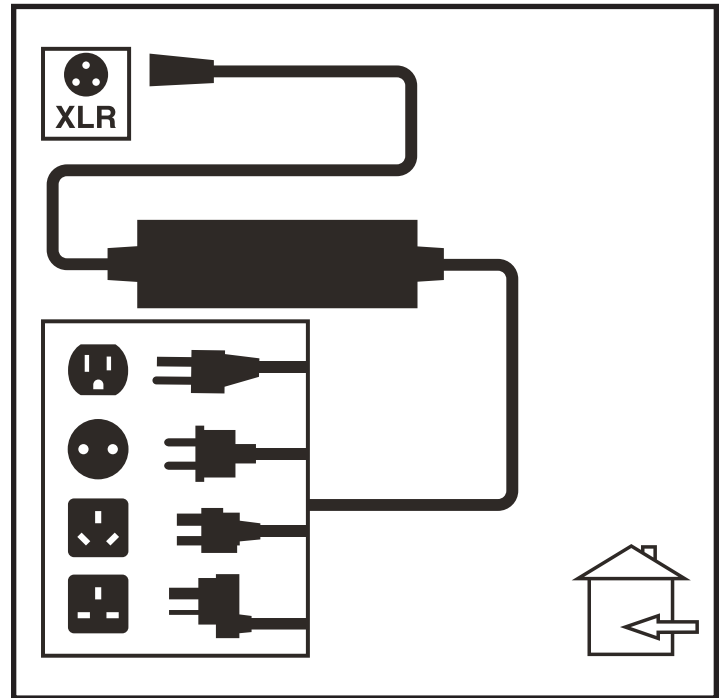

Figure 17. Recharge des batteries
3. Branchez le connecteur à 3-fiches du câble du chargeur externe dans le réceptacle de programmation/chargeur sur le contrôleur. Voir la figure 17.